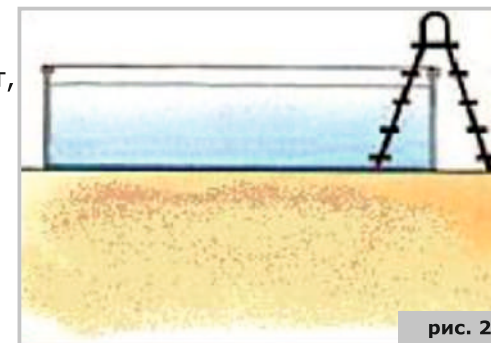

рис. 2
- Бассейн разработан таким образом, что он может быть частично вкопан в землю на произвольную глубину (рис. 2, 3, 4).